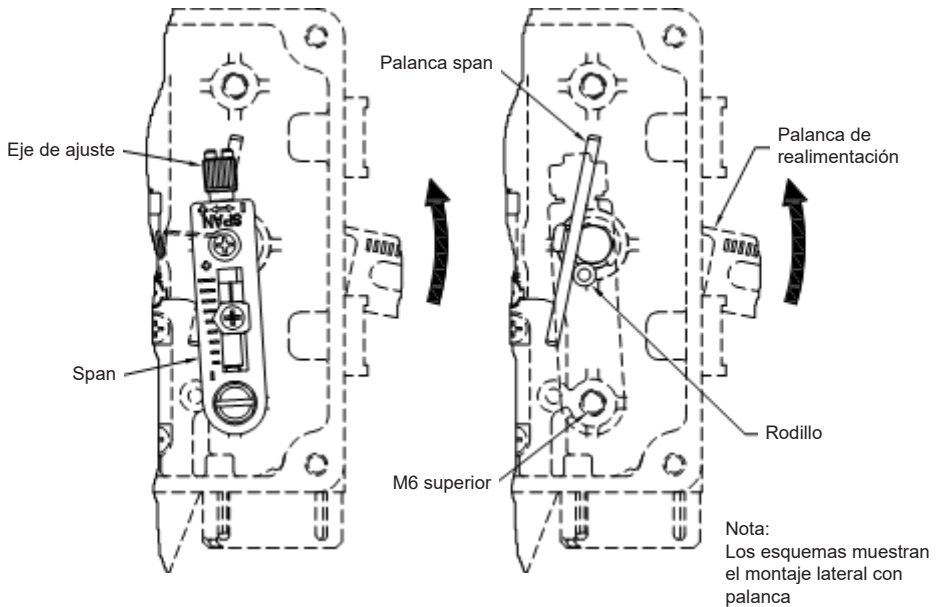

Fig. 17 Instalación del span (lateral = RA, central = DA)
Montaje central: si el eje del actuador se mueve hacia abajo cuando la señal de entrada aumenta, monte el "Span" en el orificio roscado M6 inferior como en la Fig. 17 siguiente. (DA)
2. Montaje lateral: si el eje del actuador se mueve hacia arriba cuando la señal de entrada aumenta, monte el "Span" en el orificio roscado M6 inferior como en la Fig. 17 siguiente (RA).